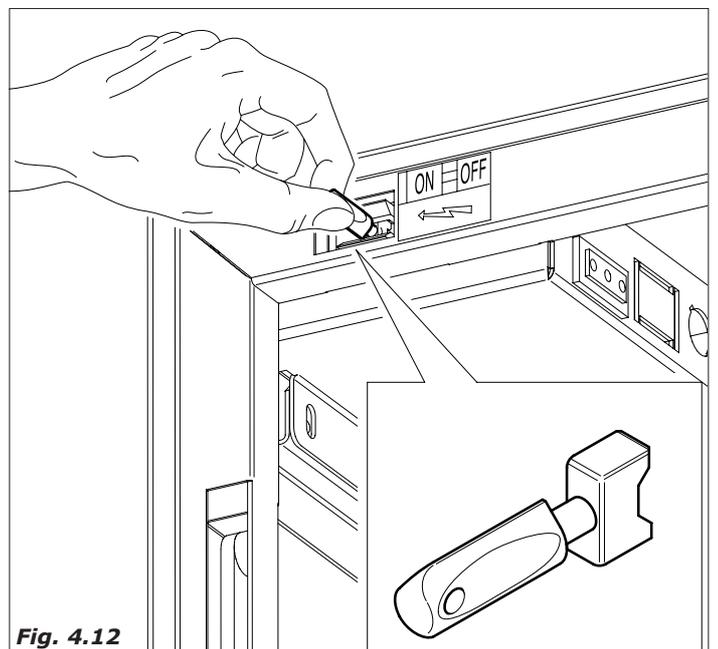

Fig. 4.12
- Para los casos en que es necesario trabajar con la puerta abierta y la máquina conectada, es posible, para el técnico instalador, trabajar de esta forma, introduciendo y girando 90° la llave especial de plástico en el interruptor de puerta del distribuidor automático (Fig.4.12).
- introducir la llave en el interruptor de puerta (Fig.4.12)
- colocar la llave del interruptor de puerta (Fig. 4.12) y dejar salir agua hasta que salga por el tubo de rebose.